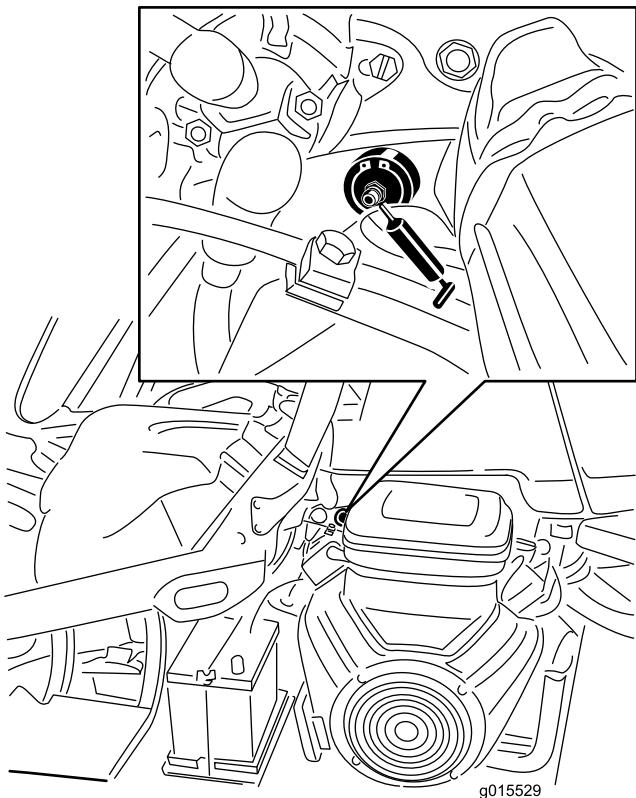

Figura 42
1. Pulite i raccordi di ingassaggio in modo da evitare che corpi estranei possano entrare nel cuscinetto o nella boccola (Figura 42).